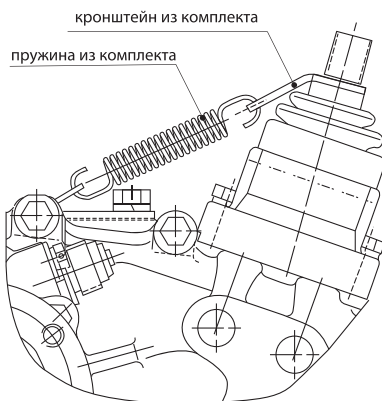

Рис. 20
6. Произведите сборку механизма РК в соответствии с **Рис. 20**.